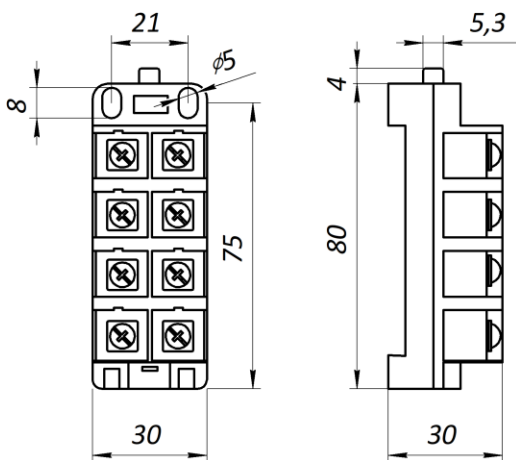

Рис.5. ВП 19М-21Б-411-00
1.5.2 В качестве контактного элемента в выключателях ВП-19 используется контактный блок ВП 19М-21Б411-00 У2 (см.рис.5) с тремя или четырьмя электрическими отдельными контактными мостиками.